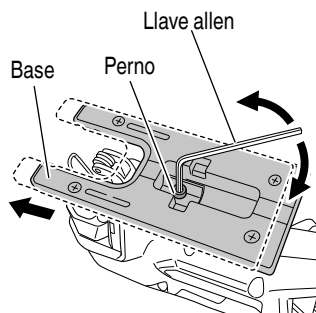

Fig. 25
- (1) Afloje el perno de base con la llave allen provista en la base. (Fig. 25)
- (2) Mueva la base completamente hacia adelante, y vuelva a apretar el perno de la base. (Fig. 25)
- (3) Ajuste la posición orbital a "0".
- (1) Afloje el perno de base con la llave allen provista en la base y mueva la base completamente hacia adelante. (Fig. 25)
- (3) Apriete de nuevo el perno de base. (Fig. 25)
- (4) Ajuste la posición orbital a "0" - "III".